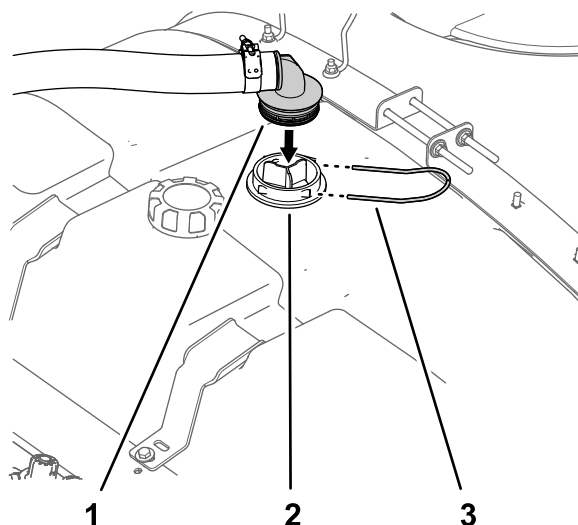

Figura 2
1. Na parte superior do depósito de pulverização, retire a forquilha de retenção que prende a união estriada de 90° do tubo de sucção à caixa do filtro de sucção e separe a união estriada da caixa (Figura 2).
2. Retire a união de 90° da caixa do filtro de sucção (Figura 2).